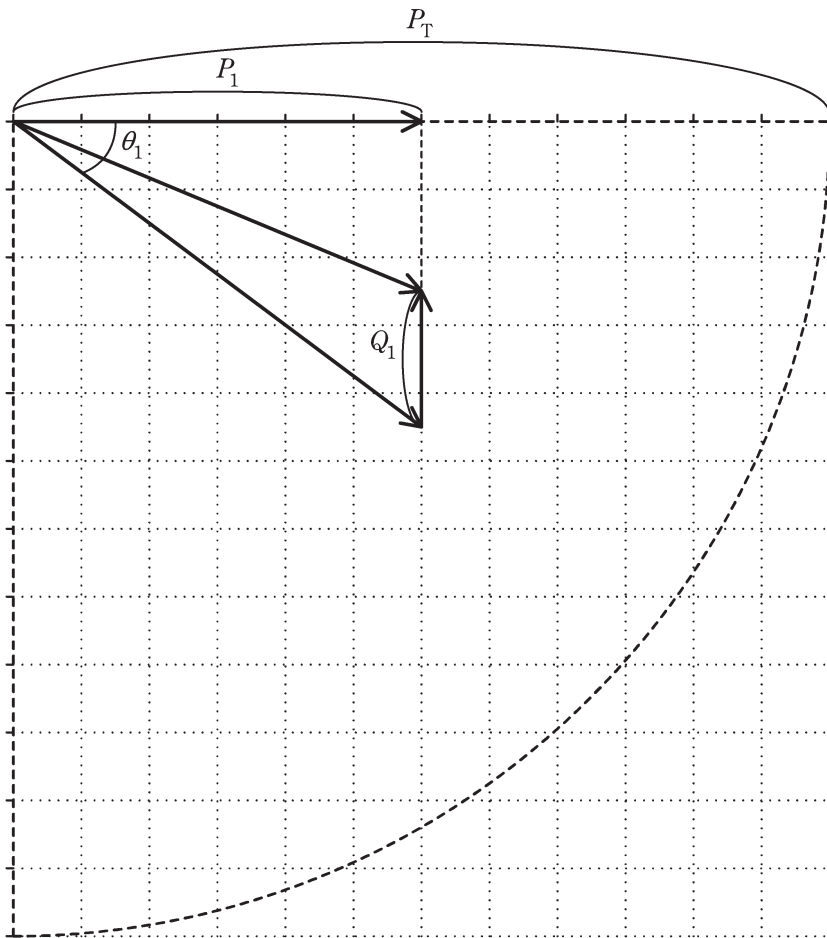

图 2
- (1) 上記の運用状況をベクトル図に表すと、図2ようになる。この運用に、さらに容量 $P_2 = 4\,500\text{ kW}$ で、力率 $\cos\theta_2 = 0.6$ (遅れ)の負荷を増設すると、変圧器は過負荷になるおそれがある。そこで、変圧器を過負荷にしないためには、増設分の力率改善用コンデンサの容量 Q_2 [kvar]は、少なくともいくら必要か。また、このときの総合力率 $\cos\theta_s$ はいくらになるか。
- (2) 答案用紙に印刷されている図2に、 P_2 [kW]、 Q_2 [kvar]のベクトル図と、力率角 θ_2 を追記せよ。
- (3) 総合力率を $\cos\theta_s = 0.95$ (遅れ)にするためには、増設する力率改善用コンデンサの容量 Q_2 [kvar]はいくら必要か。